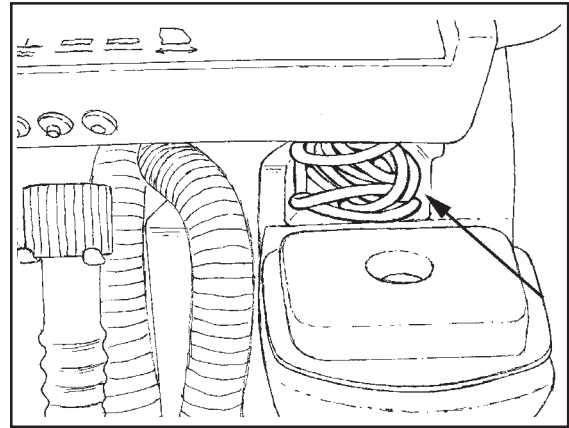
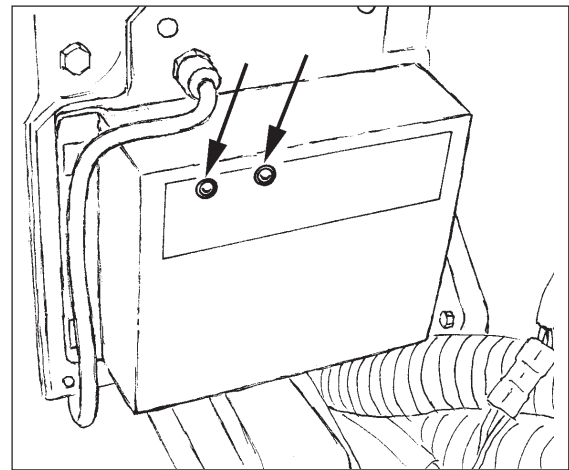

Abb. 16
Abb. 17
5. Die Scrubtec verfügt über ein eingebautes Ladegerät, das sich hinter dem Schmutzwassertank befindet (siehe Abb. 17). Das Ladegerät ist eine dreistufige Einheit, die zur Maximierung der Lebenszeit der Batterie dient. Das Wechselstromkabel zum eingebauten Ladegerät befindet sich in einem Ablagefach unter dem Bediengriff an der Rückseite der Maschine (siehe Abb. 16). Ziehen Sie das Kabel aus dem Ablagefach.
- **Absorption** - In der Absorptionsphase leuchten die roten und grünen Lampen am Ladegerät auf (siehe Abb. 17). Das Ladegerät wahrt eine konstante Voltspannung, während die Batterien die Ladung bei optimaler Geschwindigkeit absorbieren.
- **Pufferbetrieb und Wartung** - In der Wartungsphase erlischt am Ladegerät die rote Lampe und nur die grüne Lampe leuchtet auf (siehe Abb. 17). In dieser Phase legt das Ladegerät eine niedrigere, genau dosierte Voltspannung an, um die volle Ladung zu wahren und ein Entladen zu verhindern.
8. Trennen Sie das Stromkabel des Ladegeräts von der Wandsteckdose, bevor Sie das Maschinenbedienpanel an der Maschine einschalten. Verstauen Sie das Ladegerätkabel im Fach unter dem Bediengriff (siehe Abb. 16).